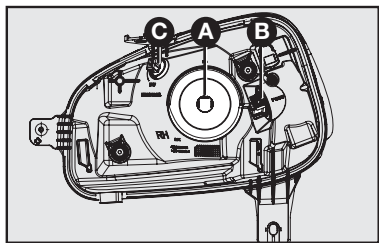

fig. 14
- 2) Puxar a tampa **A-fig. 14** para trocar a lâmpada do farol alto/baixo e retirá-la:
- 5) Recolocar a tampa **A-fig. 14**.
- 1) Girar o porta-lâmpada **C-fig. 14** no sentido anti-horário e retirá-lo.
- 2) Puxar o porta-lâmpada **C-fig. 14** para retirá-la de sua sede.
- 1) Girar o porta-lâmpada **B-fig. 14** no sentido anti-horário e retirá-lo.
- 3) Substituir a lâmpada e recolocar o porta-lâmpada **B-fig. 14**, girando-a no sentido horário.